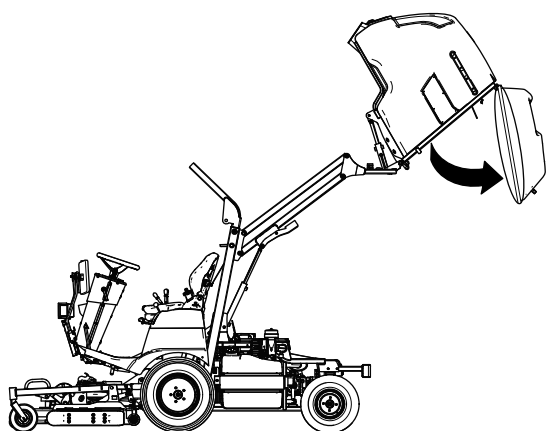

Figure 140
2. Levez la trémie (Figure 140) à sa position maximale ; voir Levée de la trémie \(page 33\).
3. Videz la trémie (Figure 140) et laissez-la en position de vidage complet, la trappe pendant librement ; voir Déchargement de la trémie \(page 34\).